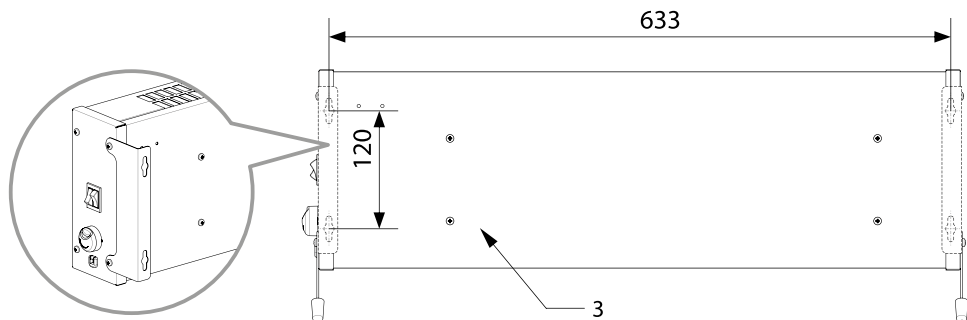

Рисунок 2. Размеры для разметки отверстий для настенного монтажа конвекторов 60-0122, 60-0123.
3. Задняя панель корпуса (см. рис. 2);
3. Для монтажа конвектора на стене (для моделей 60-0122, 60-0123) следует установить кронштейны на корпус конвектора (см. рис. 2);
4. На стене при помощи уровня и рулетки (линейки) следует разметить отверстия. Межцентровое расстояние посадочных отверстий указано на чертеже (см. рис. 2). **ВНИМАНИЕ!** Выбирая место монтажа, убедитесь, что в стене в размеченных точках отсутствует электрическая проводка, водопровод или иные коммуникации.